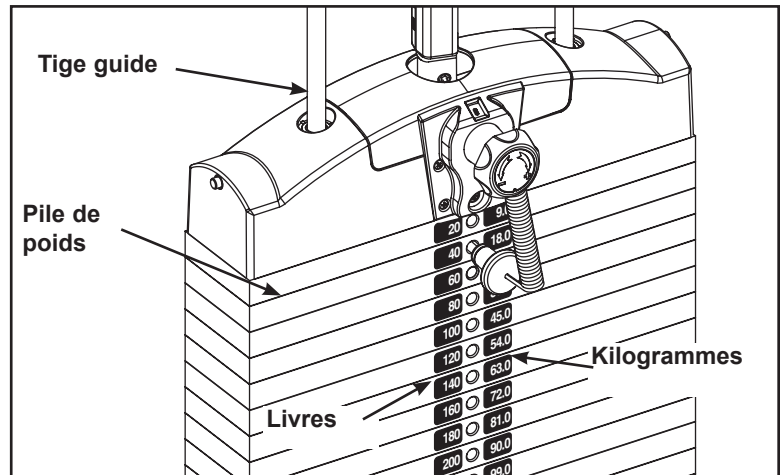

Figure 5
- D. Enlevez avec précaution la pellicule avant, en laissant les décalques collés sur les plaques de poids. Voir figure 5.